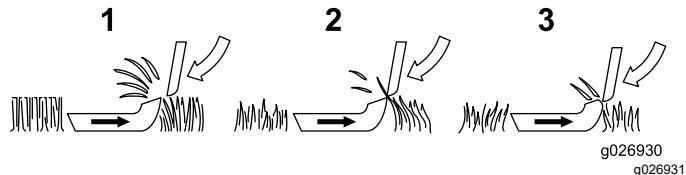

図 8
1. **ベッドナイフとリールの接触**図 8 – ベッドナイフとリールの接触は軽くなければなりません。これによって刃先が鋭利に保たれて美し良い刈り上がりになるのです。刃と刃を接触させずに使用する